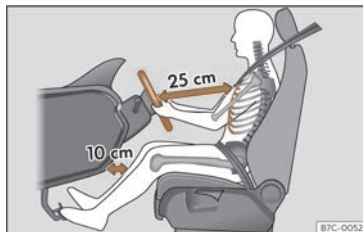

Fig. 17 La distance correcte entre le conducteur et le volant doit être de 25 cm minimum (10 pouces).
- Réglez le volant de sorte qu'il se trouve à une distance d'au moins 25 cm (10 pouces) du sternum >>> **fig. 17** et que vous puissiez le tenir à deux mains sur les côtés, par l'extérieur, les bras légèrement fléchis.